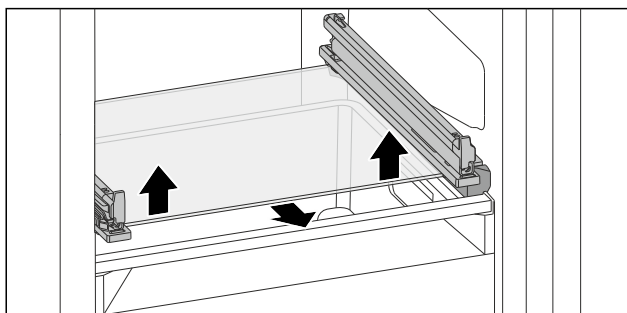

Fig. 140 Skleněná deska odklápěcí zásuvky
- Vytlačte skleněnou desku zdola na obou stranách nahoru. (viz Fig. 140)